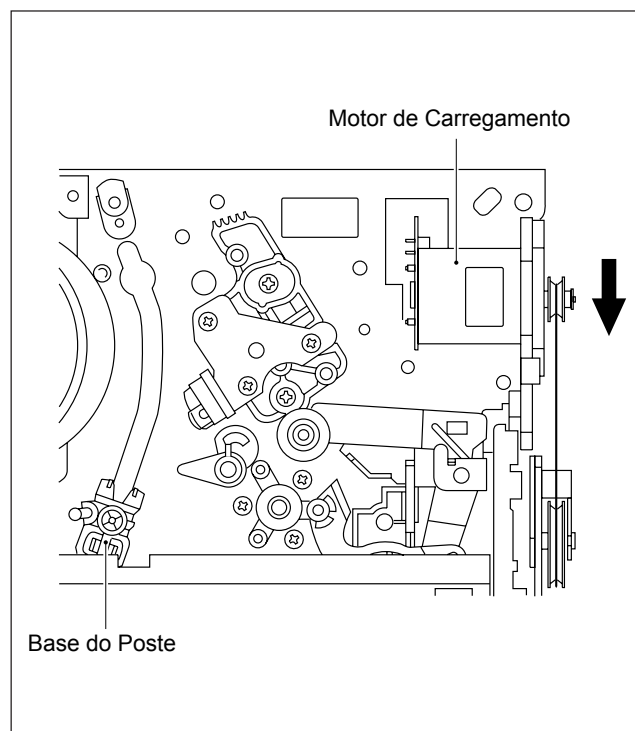

Fig. 2-1-3a
- (1) Desconecte o aparelho da rede elétrica.
- (2) Veja o procedimento de desmontagem e faça a desmontagem das principais partes, antes de remover o cilindro.
- (3) Descarregue as bases dos postes manualmente girando o motor de carregamento do mecanismo na direção da frente do aparelho. Então, segure a fita com a mão mantendo longe de graxa. (Veja Fig. 2-1-3a)
- (4) Leve a base do poste (no lado "suprimento" ou "recolhimento") ao ponto de repouso, na posição onde ele fica escondido atrás da fita cassete.